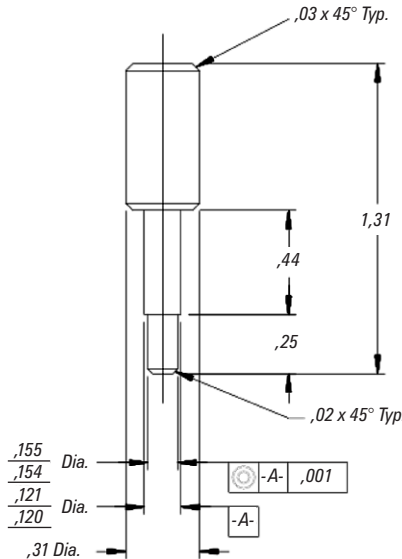

Figure 15 Outil d'Alignement du Relais
Un outil d'alignement (Figure 15) n'est pas indispensable au montage du relais, mais l'utilisation d'un tel outil permettra d'éviter la consommation excessive d'air et la zone morte. L'outil est fourni avec toutes les trousse de pièces de rechange pour relais, sinon on peut le commander séparément.
4. Insérez le petit bout de l'outil d'alignement (Figure 15) dans l'orifice sur le corps supérieur du relais. Si l'outil n'entre pas dans l'orifice de l'ensemble de membrane, bougez légèrement les pièces du relais jusqu'à ce qu'il entre complètement. L'outil d'alignement doit rester en place jusqu'à ce que toutes les vis soient serrées.